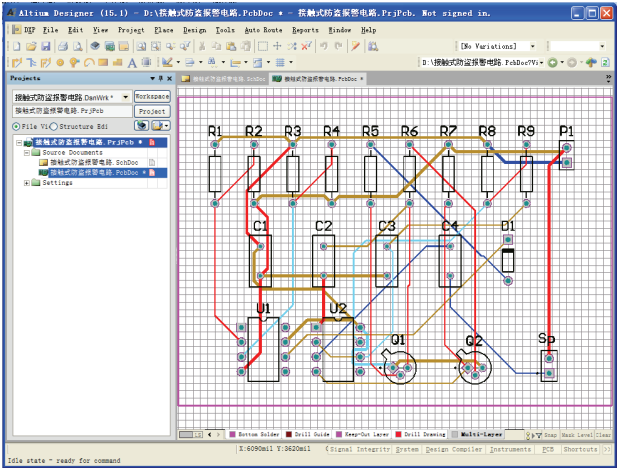

图 12-1 “接触式防盗报警电路.PcbDoc” PCB 编辑环境
(1) 打开“接触式防盗报警电路”项目，使系统工作在“接触式防盗报警电路.Pcb Doc”PCB 编辑中，如图 12-1 所示。